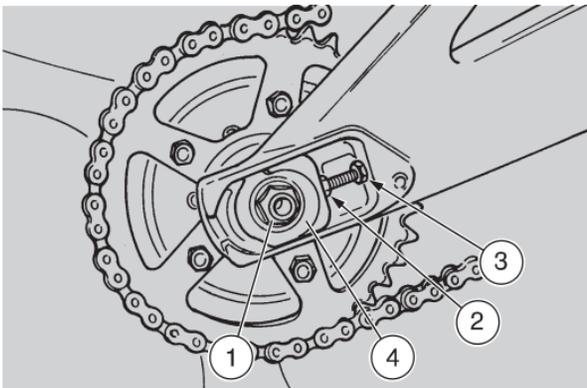
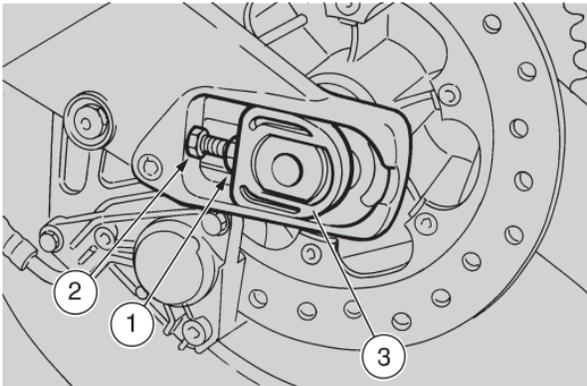

Fig. 32
Fig. 33
- allentare il dado di fissaggio perno ruota posteriore (1-Fig. 32);
- allentare i due controdadi dei registri destro (2-Fig. 32) e sinistro (1-Fig. 33), posti in prossimità del perno ruota posteriore;
- agire sul registro destro (3-Fig. 32) e sinistro (2-Fig. 33), facendo attenzione che i riferimenti fissi, posti sul forcellone, coincidano su entrambi i lati con la tacca stampata sulle placchette mobili (4-Fig. 32 - 3-Fig. 33);